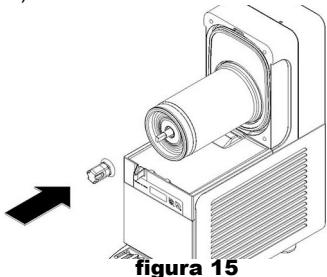

figura 15
- 5** Coloque la junta hexagonal en el evaporador, acompañándola hasta el fondo (ver figura 15).